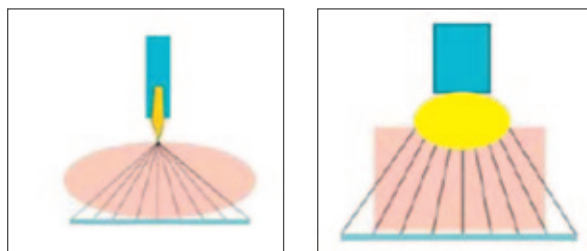

Рис. 9. Зависимость выделяемой энергии от формы и размера активного радиоволнового электрода.
- Чем меньше размер рабочей части электрода, тем меньше выделяется боковой теплоты; рабочая мощность более низкая. Соответственно использование электрода большего диаметра приводит к повышению температуры тканей. (Рис. 9)